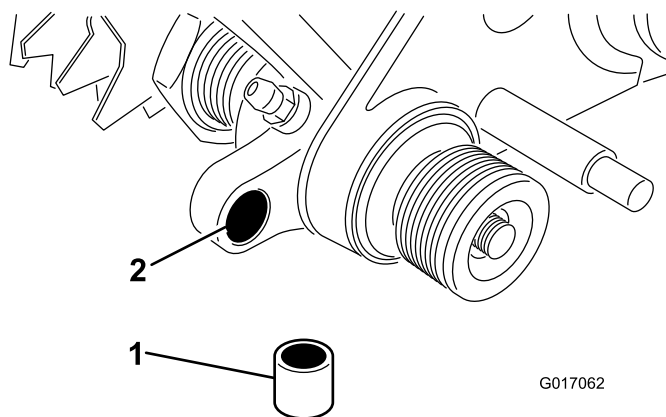

Figura 9
20. Introduzca un casquillo en el orificio del conjunto de transmisión izquierdo del acondicionador (Figura 9).